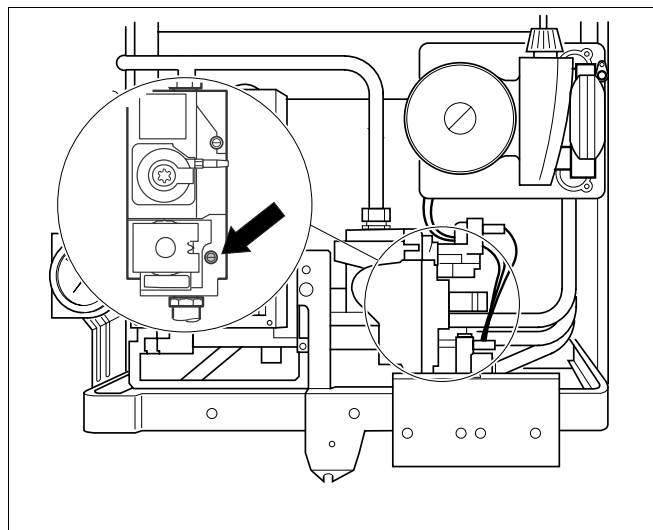
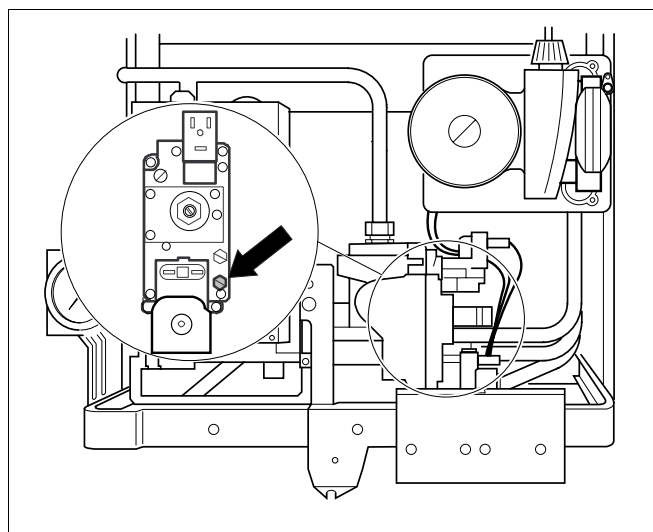

Fig. 18 Disaerazione della tubazione di alimentazione del gas (apparecchiatura Honeywell)
Fig. 19 Disaerazione della tubazione di alimentazione del gas (apparecchiatura SIT)
- Svitare di due giri la vite di chiusura sul nippel di prova della pressione di collegamento del gas e della disaerazione dell'apparecchiatura Honeywell (fig. 18), estrarre completamente l'apparecchiatura SIT (fig. 19) e innestare il tubo flessibile. Far defluire il gas all'aria aperta mediante un tubo flessibile. Quando non fuoriesce più aria, rimuovere il tubo e serrare nuovamente la vite di chiusura.